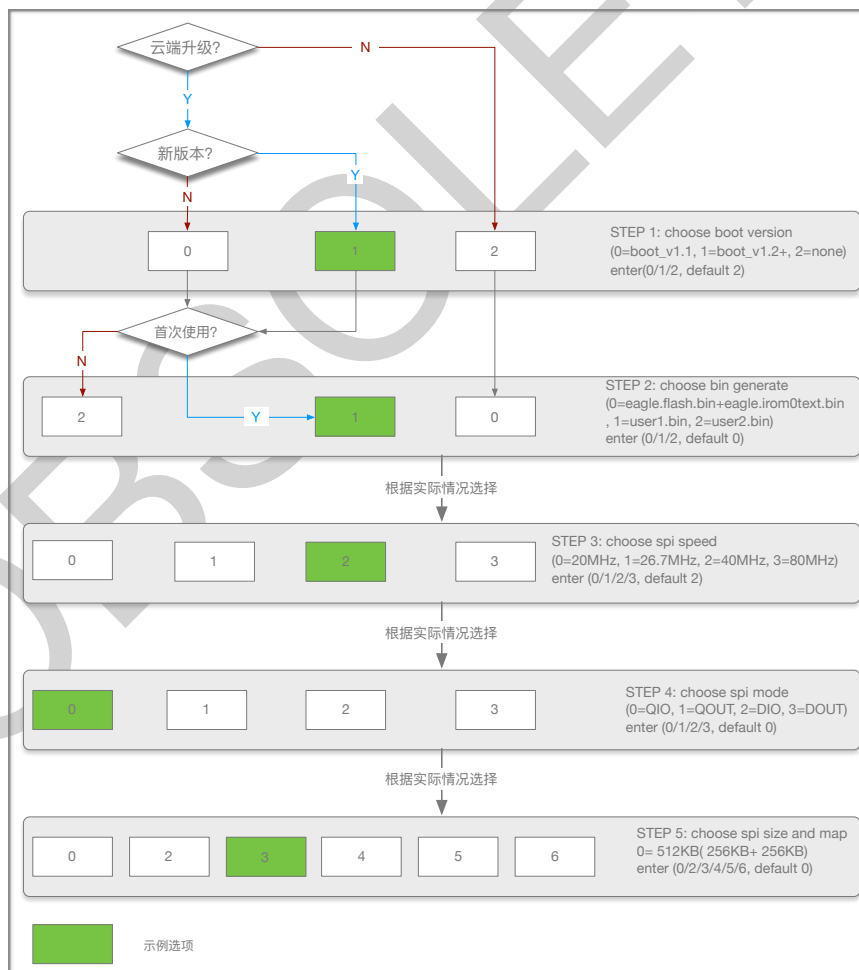

图 5-1. 编译 SDK
2. 如图 5-1 所示，按系统提示根据实际情况选择相应选项。